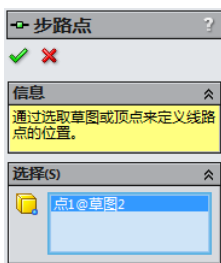

图 17-30 “步路点”属性管理器
(3) 添加第一个草图点。单击“步路工具”工具栏中的“生成线路点”按钮。弹出“步路点”对话框,如图 17-30 所示。在图形区域中从选择一草图点及对应的面,点和面在属性管理器中添加到“选择”。单击“确定”按钮。线路点添加到模型。